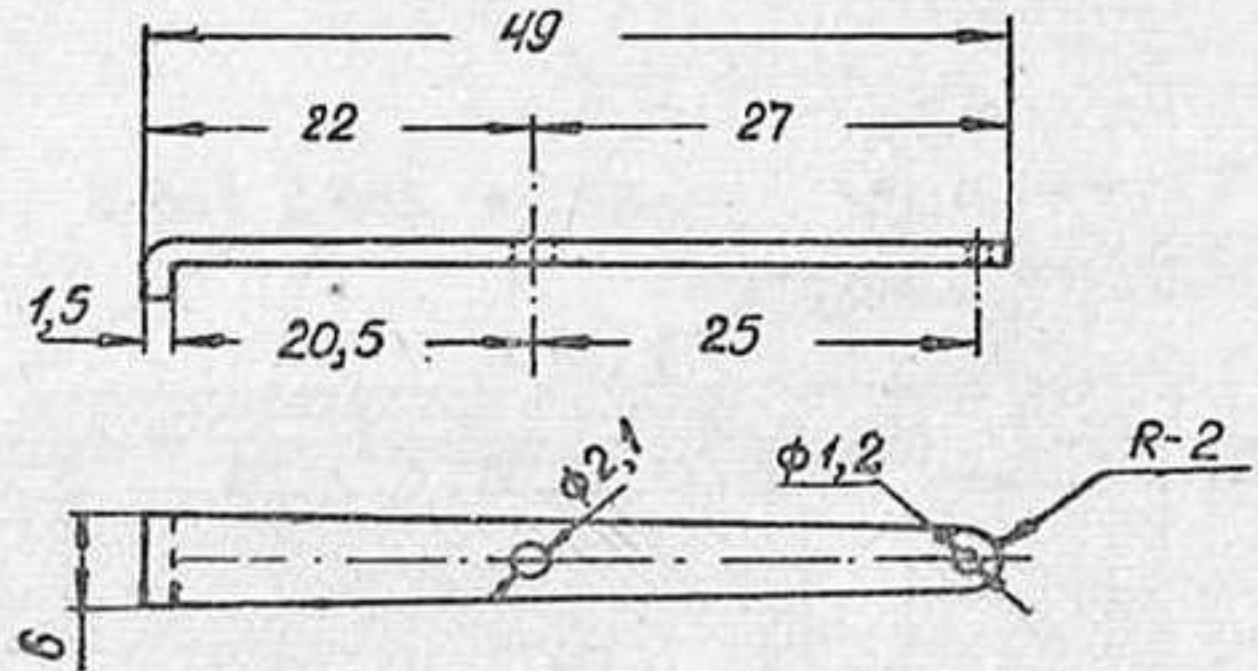

Рис. 25, дет. 3сб-3
**Коромысло (3сб-3)** изготавливается из листового дуралюминия (Д-16) толщиной 1,5 мм, изготовленного согласно рис. 25.